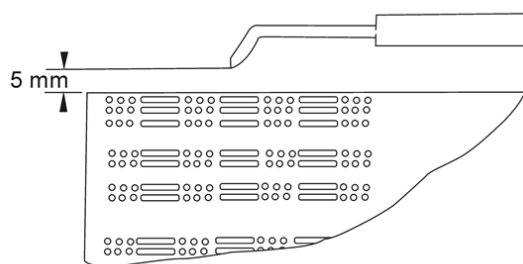

Figura 5
- Verifique a posição do eletrodo de ignição (veja a Figura 5).